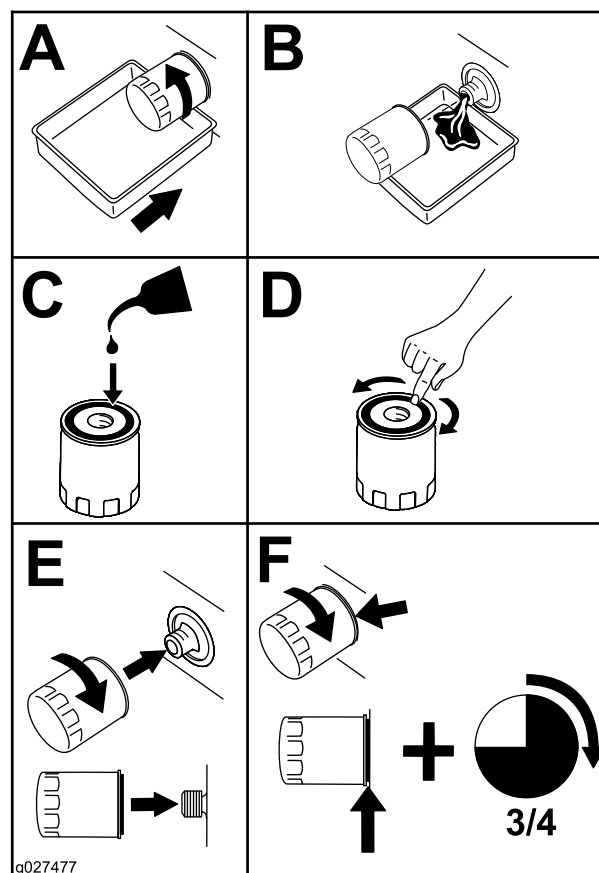

Figure 46
5. Remplacez le filtre à huile moteur (Figure 46).